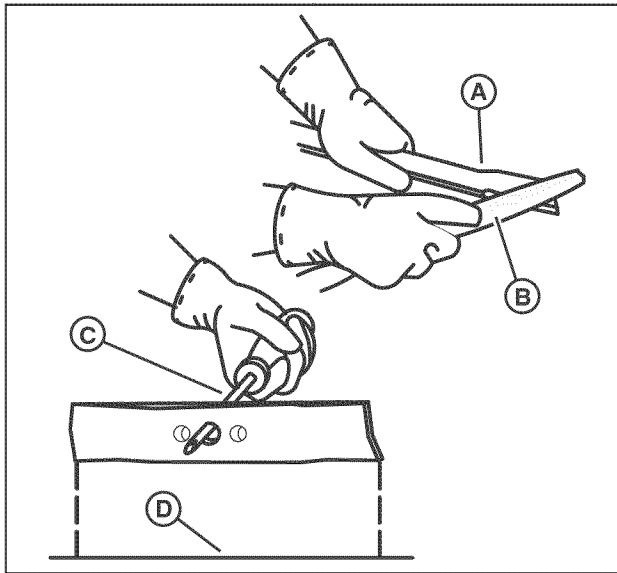

Figura 19: Afilado de la cuchilla
4. Afile la cuchilla (A, Figura 19, siguiente página) con una lima (B). Asegúrese de mantener el borde de corte biselado original (Figura 30).
5. Verifique que la cuchilla está balanceada. Utilice un destornillador (C) y sostenga la cuchilla de manera paralela al suelo (D) según se muestra. Una cuchilla que está balanceada permanecerá paralela al suelo. Si la cuchilla no está balanceada, el extremo pesado girará hacia el suelo. Afile el extremo pesado hasta que la cuchilla esté balanceada.